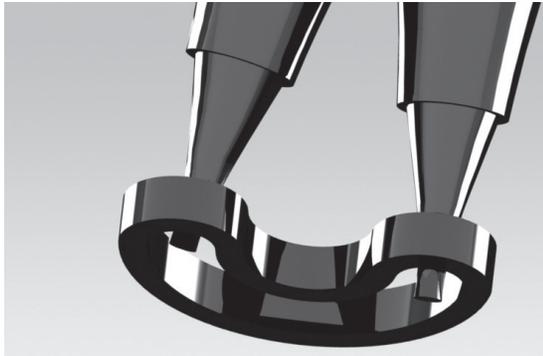

Figure 13
Insérez les joints toriques de l'axe du membrane (20) dans la gorge du corps central, en leur donnant une forme de haricot à l'aide d'une pince (voir Figure 13).